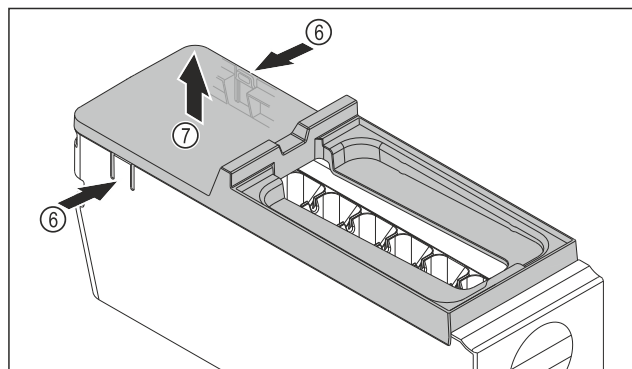

Fig. 172
- ▶ Vegye le az EasyTwist-Ice egység testének fedelét: Nyomja meg az egyik kezével a füleket Fig. 172 (6) az EasyTwist-Ice egység testének mindkét oldalán.
- ▶ Vegye ki a fedelet Fig. 172 (7) a másik kezével felfelé.